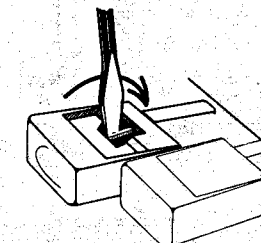

Fig. 46
3. Neuen Drucktastenkнопf aufstecken und die Lasche nach rechts drehen, Fig. 46.
3. Set new pushbutton in position and turn catch to the right, Fig. 46.